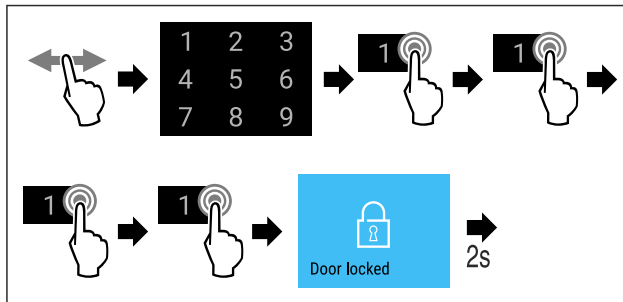

Fig. 74 Blokada drzwi za pomocą kodu 1 1 1 1.
- ▶ Wykonać czynności (patrz Fig. 74).